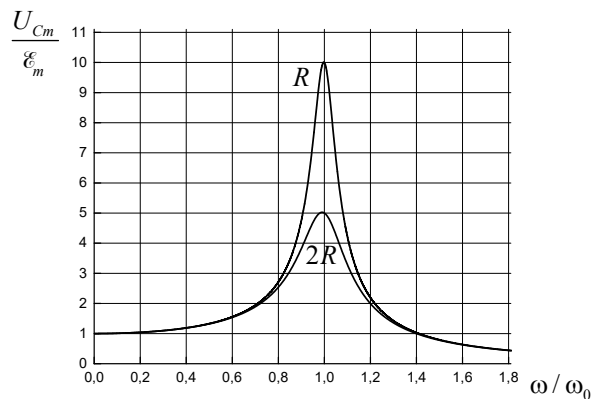

Рис.2. Амплитудно-частотные зависимости напряжения на конденсаторе
Особый интерес представляют зависимости амплитуды  $U_{Cm}$  и фазы  $\varphi$  от частоты внешнего воздействия  $\omega$ . Рассчитанные по формулам (6), (7) графики зависимостей  $U_{Cm}(\omega)$  и  $\varphi_C(\omega)$  в относительных единицах представлены на рис.2 и 3.